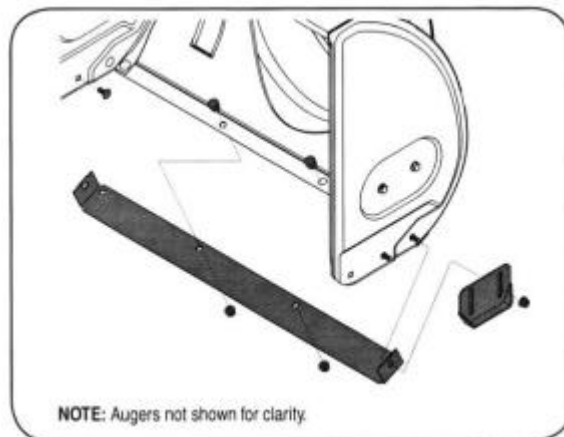

Bild 20
2. Montera dit nya glidskor med de fyra bultarna (två på vardera sidan) och sexkantsfläsmuttrarna. Se bild 20.
2. Montera dit en ny skrapplåt, och se till att bulthuvudena sitter på chassits insida. Spänn ordentligt. Se bild 20.